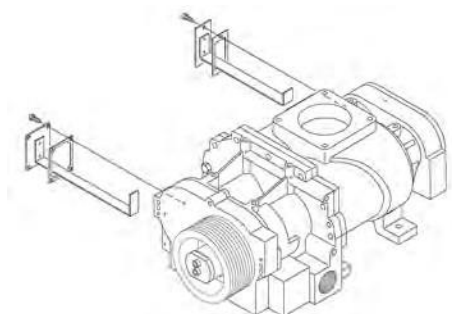

Рис. 58: Выталкиватель для типа 31 – 55
- 6.** Тип 31 – 55: При помощи встроенного выталкивателя (Рис. 58) можно удалить консистентную смазку, находящуюся в области подшипников.